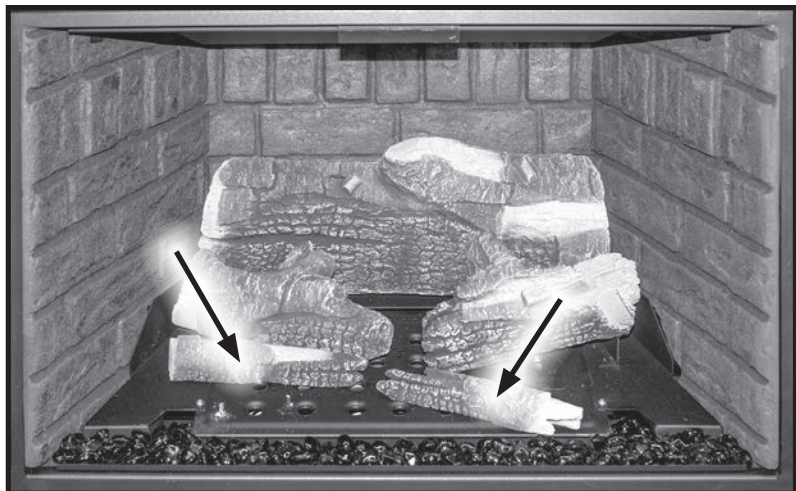

Figure 48: Bûches avant.
4. Ensuite, installez les deux bûches avant sur le brûleur, comme illustré à la Figure 48. Les deux bûches ont deux trous percés sur le fond qui correspond au locations indiquées du brûleur.